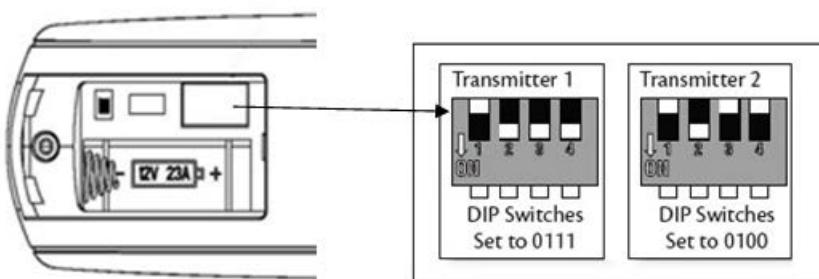

Fig. 11
- Changer la position des commutateurs DIP dans l'émetteur à distance 1, de sorte qu'il soit différent de l'émetteur 2 Fig. 11
- Changer la position des commutateurs DIP dans l'émetteur à distance 2, de sorte qu'il soit différent de l'émetteur 1 Fig. 11